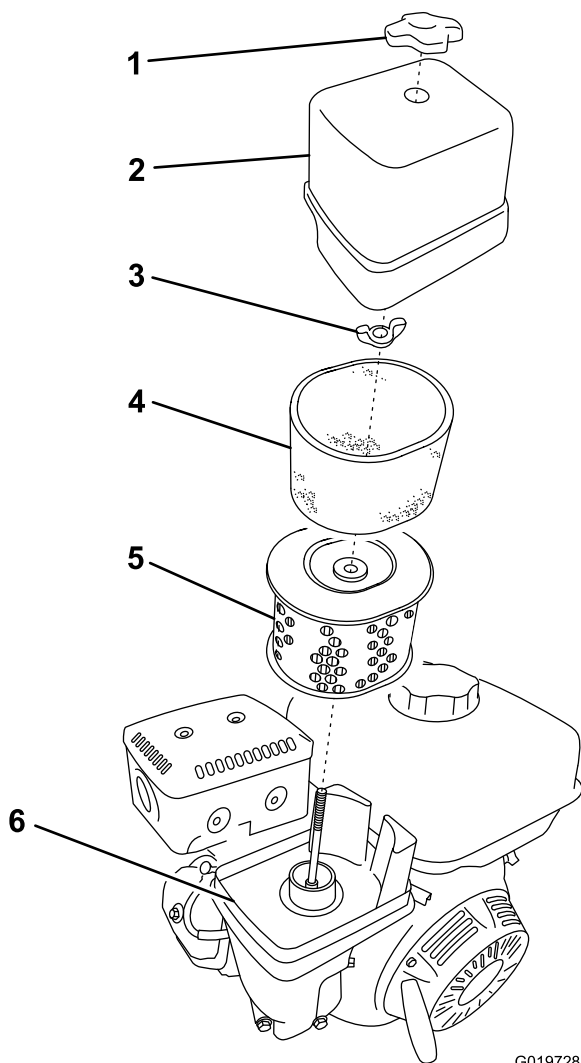

Figure 31
3. Retirez l'écrou de fixation du couvercle (Figure 31).
5. Déposez les éléments en mousse et papier de la base (Figure 31).
6. Sortez l'élément en mousse de l'élément en papier (Figure 31).